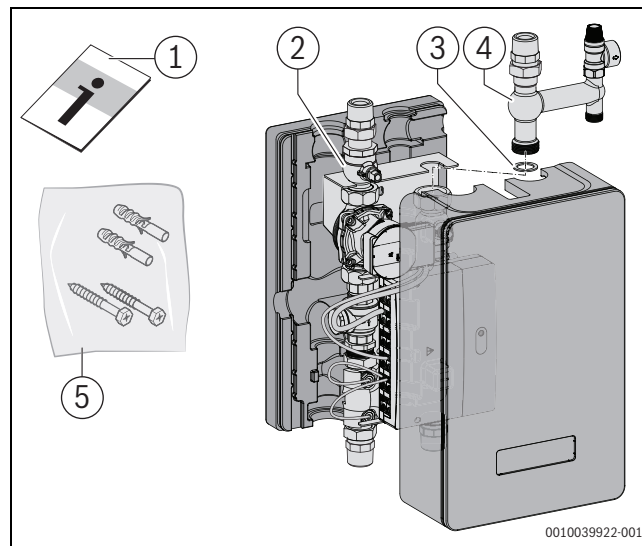

Bild 4 Lieferumfang HW-Set HYC25
- Anschluss-Set Hybrid inklusive Hybrid-Modul (→ Bild 4).